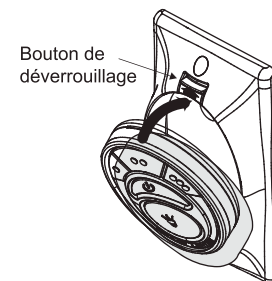

Fig. 20
1. Insérez l'émetteur dans la plaque murale en insérant d'abord le bas de l'émetteur, puis appuyez sur le haut de l'émetteur dans la poche. L'émetteur fonctionnera entièrement à partir de cet emplacement ou vous pouvez retirer l'émetteur et l'utiliser comme un dispositif «main maintenue». (Fig. 20)